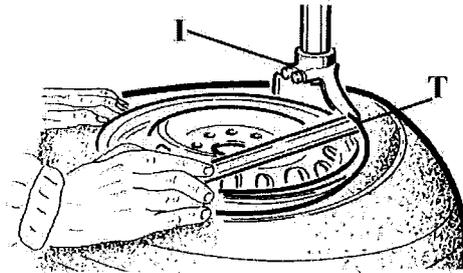

Fig. 10
Insérer le levier (T) entre le talon et la partie avant de la tête de montage (I), mettre le talon du pneu sur la tête de montage (Fig.10).